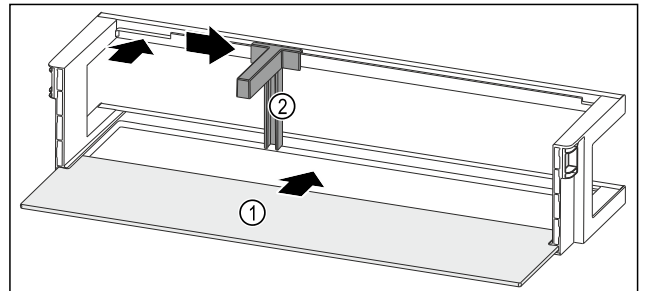

Fig. 136 Balconnet de contre-porte avec tablette de rangement
- ▶ Insérer la tablette de rangement Fig. 136 (1) dans les évidements latéraux.
- ▶ Insérer le range-bouteilles Fig. 136 (2) dans l'évidement.
- ▶ Pousser le range-bouteilles Fig. 136 (2) sur le côté en position souhaitée.